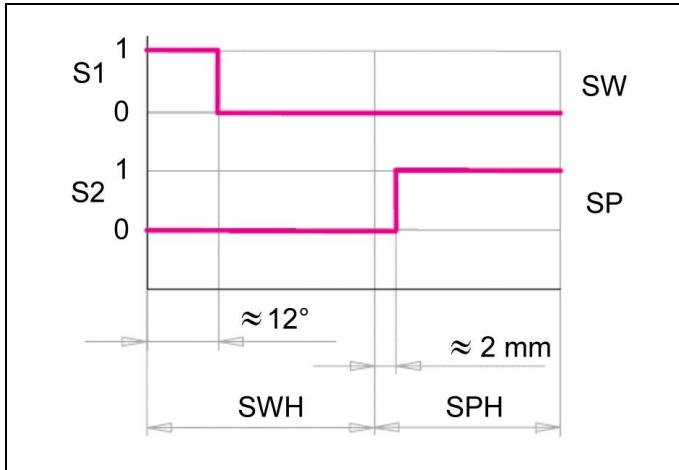

Abb. 11: Signalverlauf Spann- und Entspannvorgang
11. Bei eingeschalteter Steuerspannung kann die Einstellung der Nähierungsschalter nach Funktionsdiagramm Abb.11 geprüft werden.